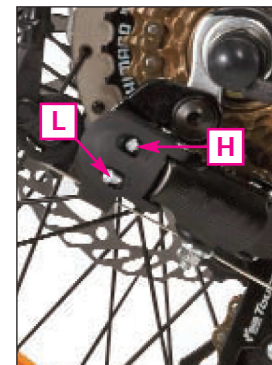

Abb. 13
1. Am Schalthebel (5) die Kette auf das kleinste Ritzel am Schaltwerk (19) schalten.
2. Die Stellschraube H (Abb. 13) solange drehen, bis die Kettenleitrolle exakt unter dem kleinsten Ritzel steht.
5. Die Kette darf auf keinen Fall die Speichen berühren. Ggf. mit der Stellschraube L (Abb. 13) korrigieren.